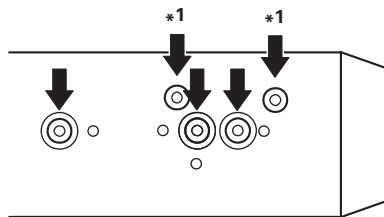
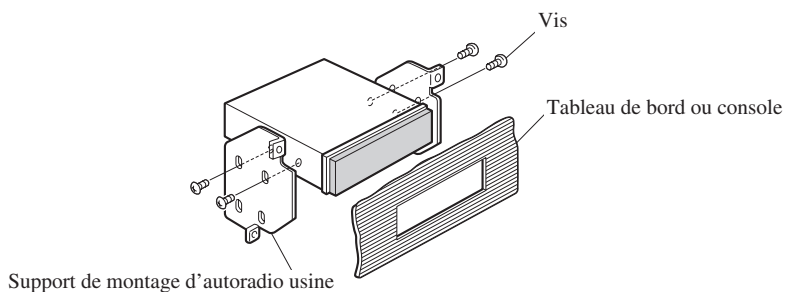

Fig. 14
Fig. 15
2. Fixation de l'appareil au support de montage d'autoradio pourvu par l'usine. (Fig. 14) (Fig. 15)